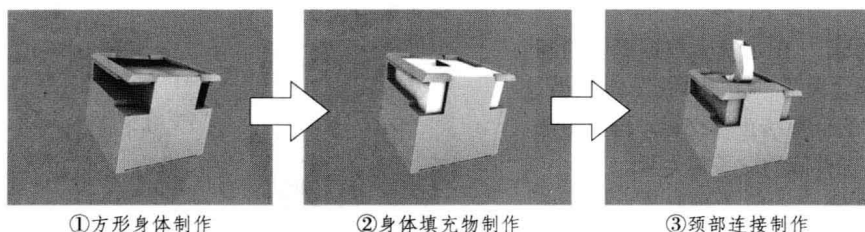

图4-11 身体模型制作流程图
《机器人瓦力》机械模型第一流程（步骤）是身体模型，制作又分为 3 个流程：①方形身体制作、②身体填充物制作、③颈部连接制作，见图 4-11。